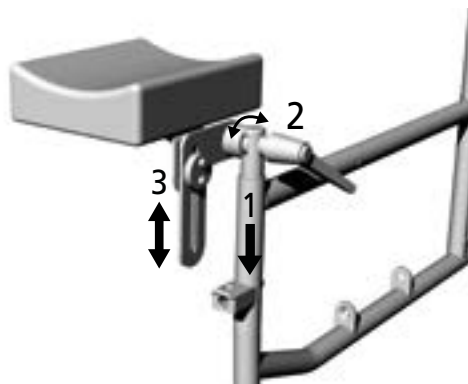

fig.38
2. Afferrare l'imbottitura del supporto per amputati e portarla dall'alto dentro il tubo del telaio (1, fig. 38).
1. Allentare la leva di blocco ruotando in senso antiorario (2, fig. 38).
1. Allentare le due viti a brugola (3, fig. 38).